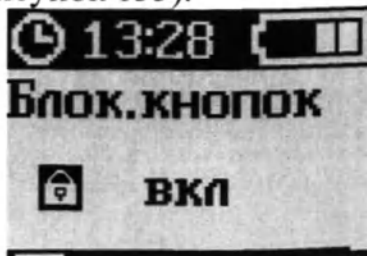

Рисунок 135 – Экран «БЛОК.КНОПОК»
6. Нажать кнопку «ОК» (рисунок 135).